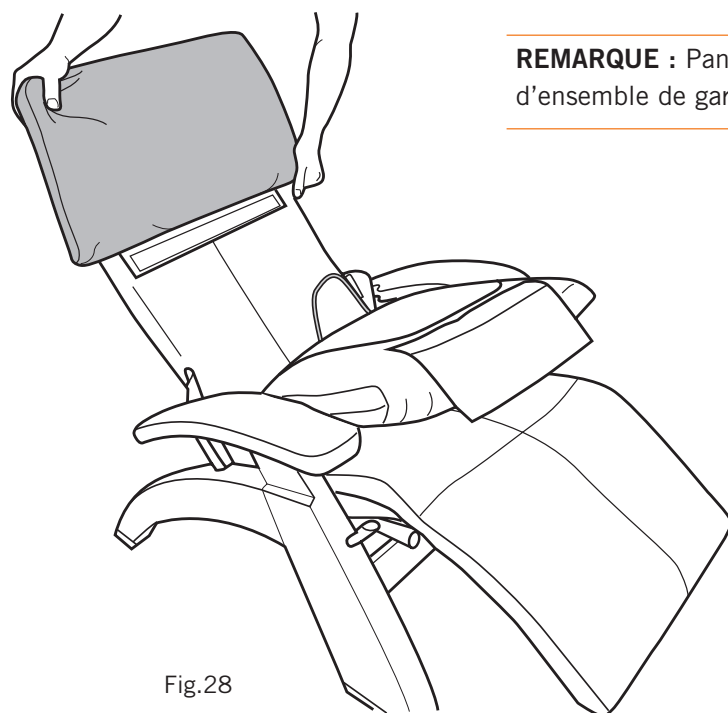

Fig.28
2. Faites glisser le coussin d'appui-tête avec dos complet couvrant le cadre d'appui-tête (Fig.28).